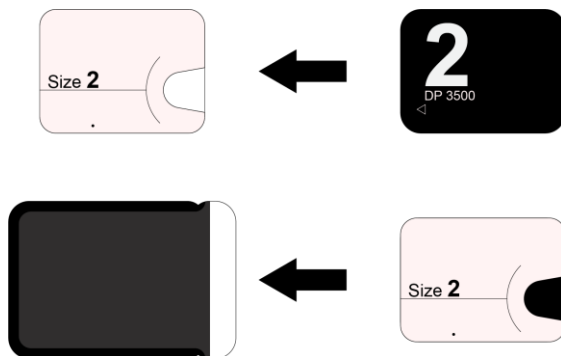

Fig. 15
D. Retirar a tira branca de cobertura da fita adesiva da capa protetora e pressionar a fita adesiva com o polegar e o indicador para assegurar que a capa protetora descartável da placa de fósforo esteja totalmente selada, como mostra a Fig. 15.